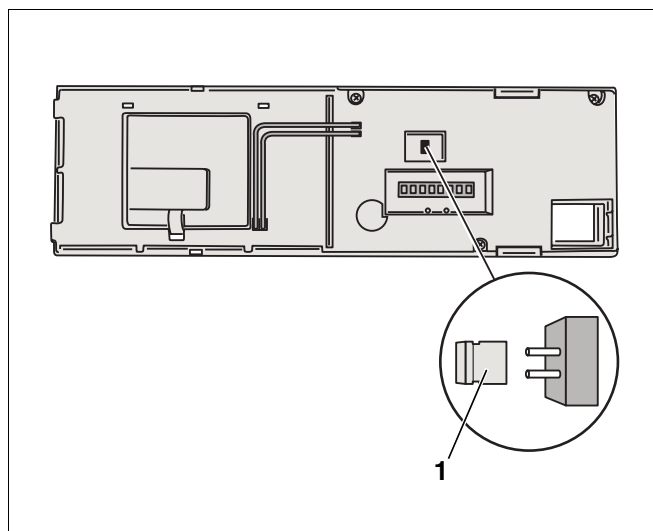

Рис. 4 Задняя сторона главного регулятора BC10
- Снять переключатель (рис. 4, поз. 1), если требуется ограничить мощность котла.